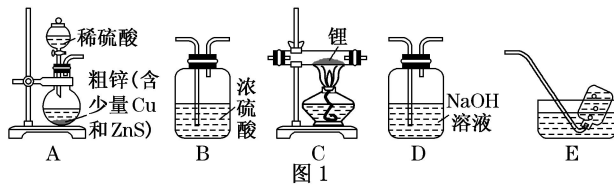

图 1
- ①仪器 X 的名称为\_\_\_\_\_；检验装置甲气密性良好的方法是\_\_\_\_\_
- ②实验中  $K_1$ 、 $K_2$  打开的先后顺序为\_\_\_\_\_；为保证碳酸镧的纯度，实验过程中需要注意的问题有\_\_\_\_\_
- (2)碳酸钠或碳酸氢钠与氯化镧反应均可生成碳酸镧。
- ①为了高磷血症患者的安全，通常选用碳酸氢钠溶液，过程中会发生两个平行反应，其离子方程式为\_\_\_\_\_和\_\_\_\_\_
②选择碳酸氢钠溶液制备碳酸镧的优点是\_\_\_\_\_ (任写一条)
③ $T^{\circ}\text{C}$ 时, 碳酸镧饱和溶液的浓度为  $1.0 \times 10^{-7} \text{ mol} \cdot \text{L}^{-1}$ ,  $\text{HCO}_3^-$  的电离常数为  $6.0 \times 10^{-11}$ 。请计算反应  $2\text{LaCl}_3 + 3\text{NaHCO}_3 \rightleftharpoons \text{La}_2(\text{CO}_3)_3 \downarrow + 3\text{NaCl} + 3\text{HCl}$  的平衡常数  $K =$  \_\_\_\_\_
④利用手持技术测定溶液的 pH 从而监控反应过程, 得到如图曲线。请说明 bc 段变化的原因: \_\_\_\_\_
I. 制备氢化锂: 选择图 1 中的装置制备氢化锂(有些装置可重复使用):